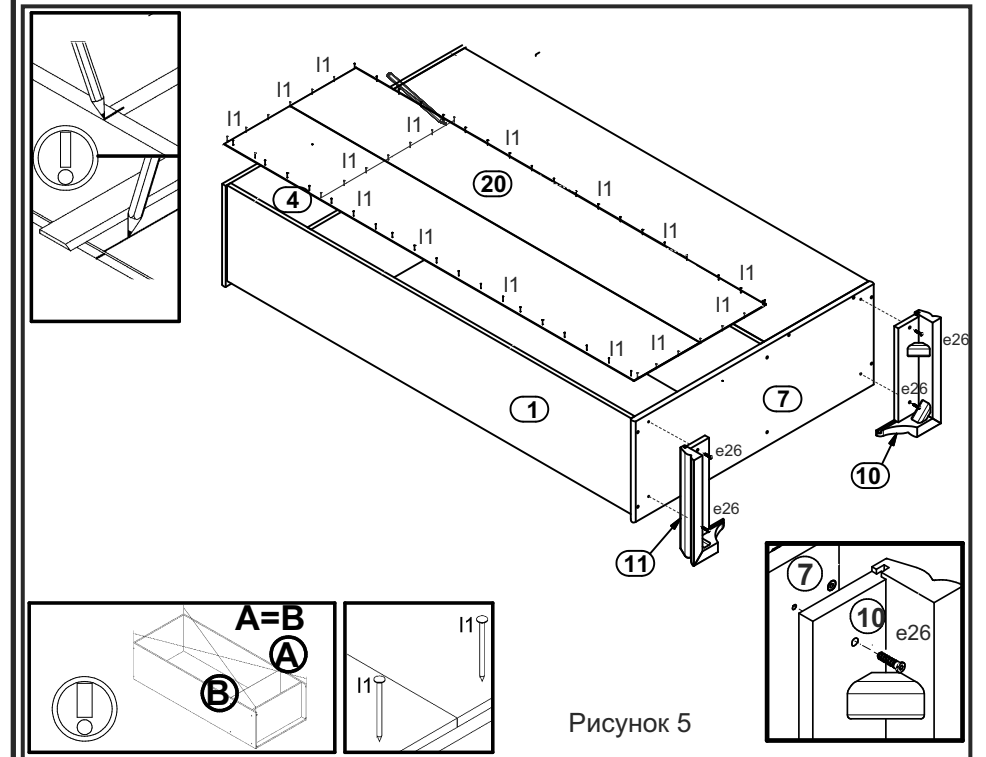

Рисунок 5
10. Закрепить ноги **10, 11** к щиту нижнему **7** конформатами **e26** при помощи ключа **z1** (см. рис. 5).
11. Положить корпус шкафа фасадными кромками вниз на ровную поверхность и выровнять его, измеряя рулеткой расстояние между противоположными углами по диагонали. Расстояния должны быть равными (см. рис. 5).
12. Закрепить стенку заднюю клеенную **20** к корпусу шкафа гвоздями **l1** с шагом **80-120 мм** (см. рис. 5).